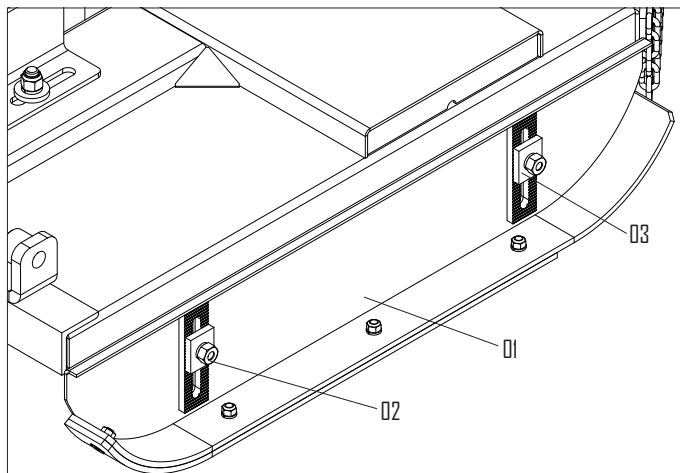
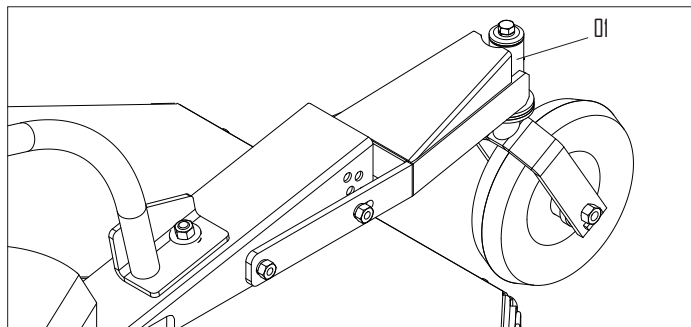

FIGURA 10
FIGURA 11
- A altura de corte é regulada através das sapatas item (1), figura 10 e rodas item 1, figura 11.
- Soltar as porcas (2), a cremalheira (3), e desloque a sapata até a regulagem desejada. Reapertar as porcas.
- A altura de corte recomendada deve ser de no mínimo 40 mm do solo, para melhor desempenho da roçadeira, como mostra a figura 10.